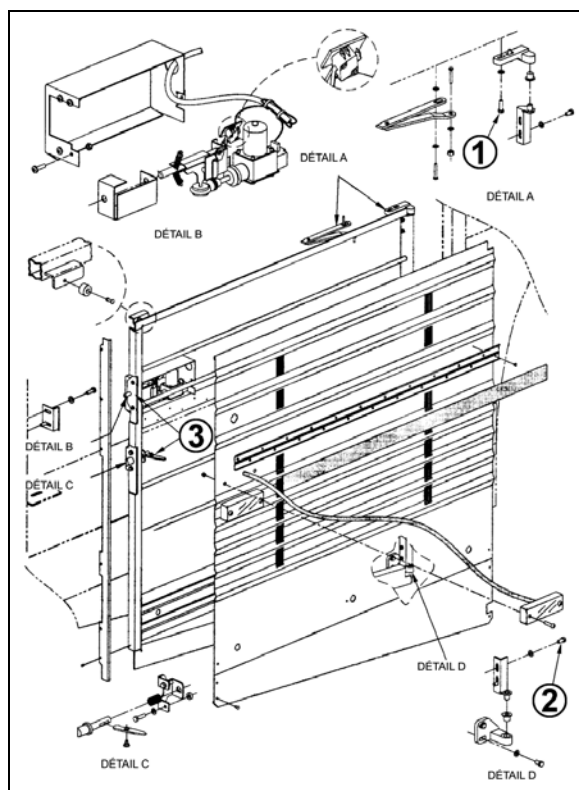

FIGURE 73 : PORTE DROITE DU COMPARTIMENT MOTEUR
1. Desserrer les boulons (1, Figure 73) qui fixent la charnière à la structure du véhicule pour déplacer la porte vers l'intérieur ou l'extérieur et vers le haut ou le bas.
2. Desserrer les boulons (2, Figure 73) permet de déplacer la porte vers la gauche ou la droite et vers le haut ou le bas.
Pour ajuster le mécanisme de verrouillage (3, Figure 73) et la gâche :